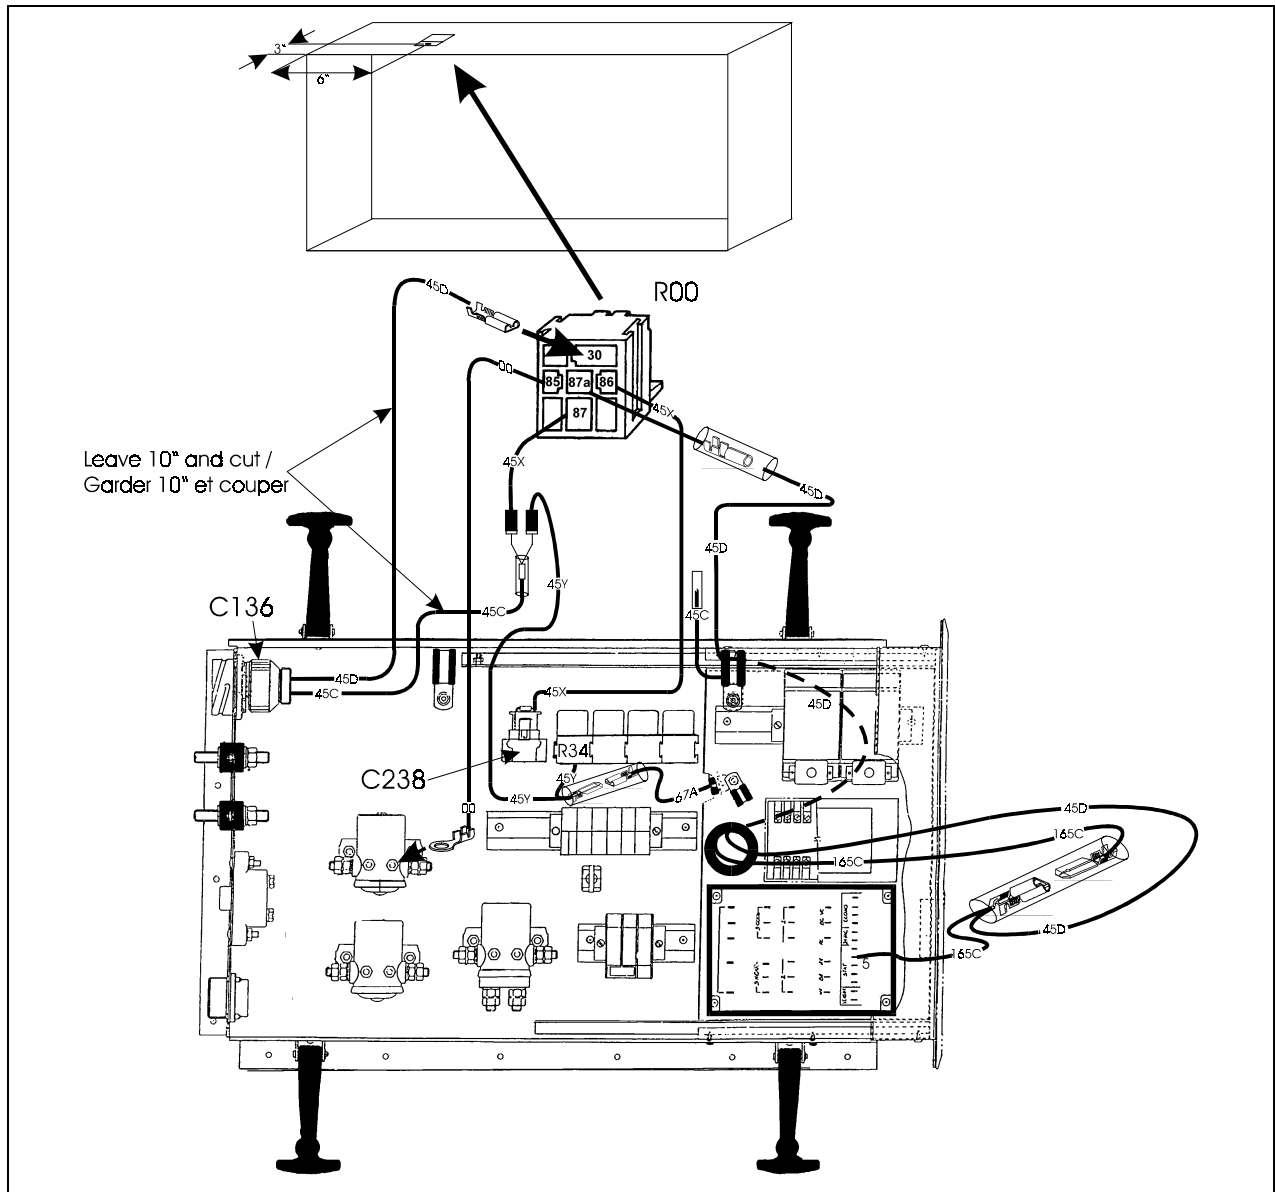

FIGURE 2 : BOITE DE JONCTION A/C
9. Connecter le relais #561707 à la base de relais et fixer à l'intérieur de la boîte de jonction, au haut (voir figure 2).